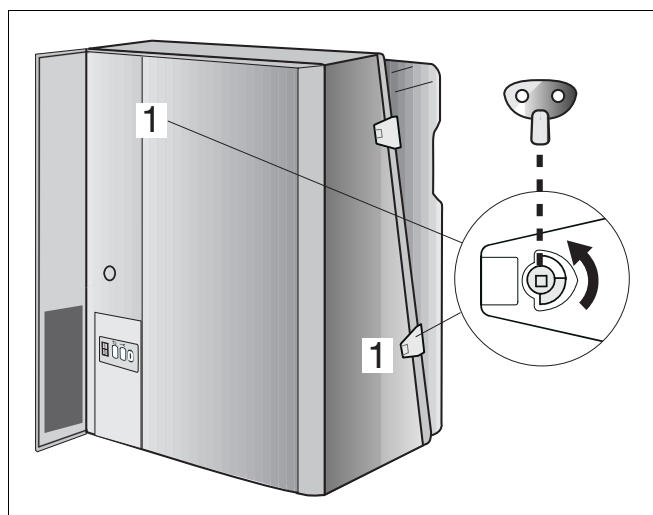

Abb. 11 Bajonettverschluss (2)
- Die beiden Bajonettverschlüsse mit einem Entlüftungsschlüssel eine viertel Umdrehung lösen (Abb. 11, Pos. 1).